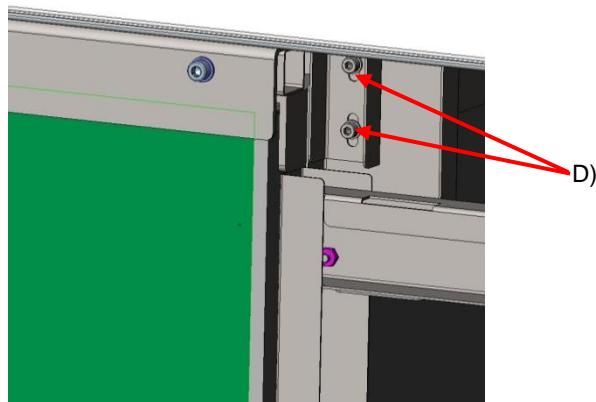

Abb. 17: Schrauben zur Justage der Höhenfixierung
- ◆ Stecken Sie auf die äußeren Bolzen jeweils eine Höhenfixierung und befestigen sie diese mit jeweils 1 Sechskant-Mutter DIN985, M6 A2 und Scheibe (B).
- ◆ Schlagen Sie das Verkleidungstuch über die Höhenfixierungen, so dass die Montageschienen mit den Magneten zur Decke zeigen (C).
- ◆ Schieben Sie die beiden Höhenfixierungen ganz nach oben und ziehen Sie jeweils 2 Schrauben (D, siehe auch Abb. 17:) an.